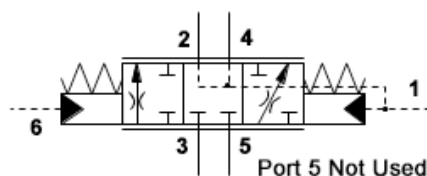

Abbildung 20: FT*H-XC
- Das Schaltsymbol eines FT*H ist in **Abbildung 20** dargestellt.